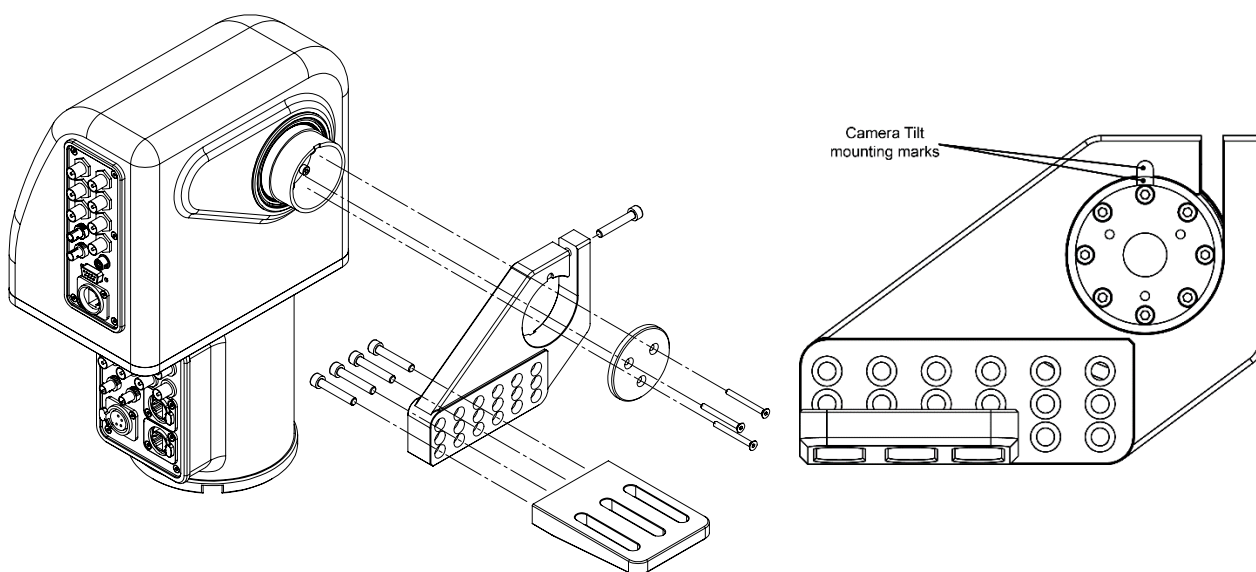
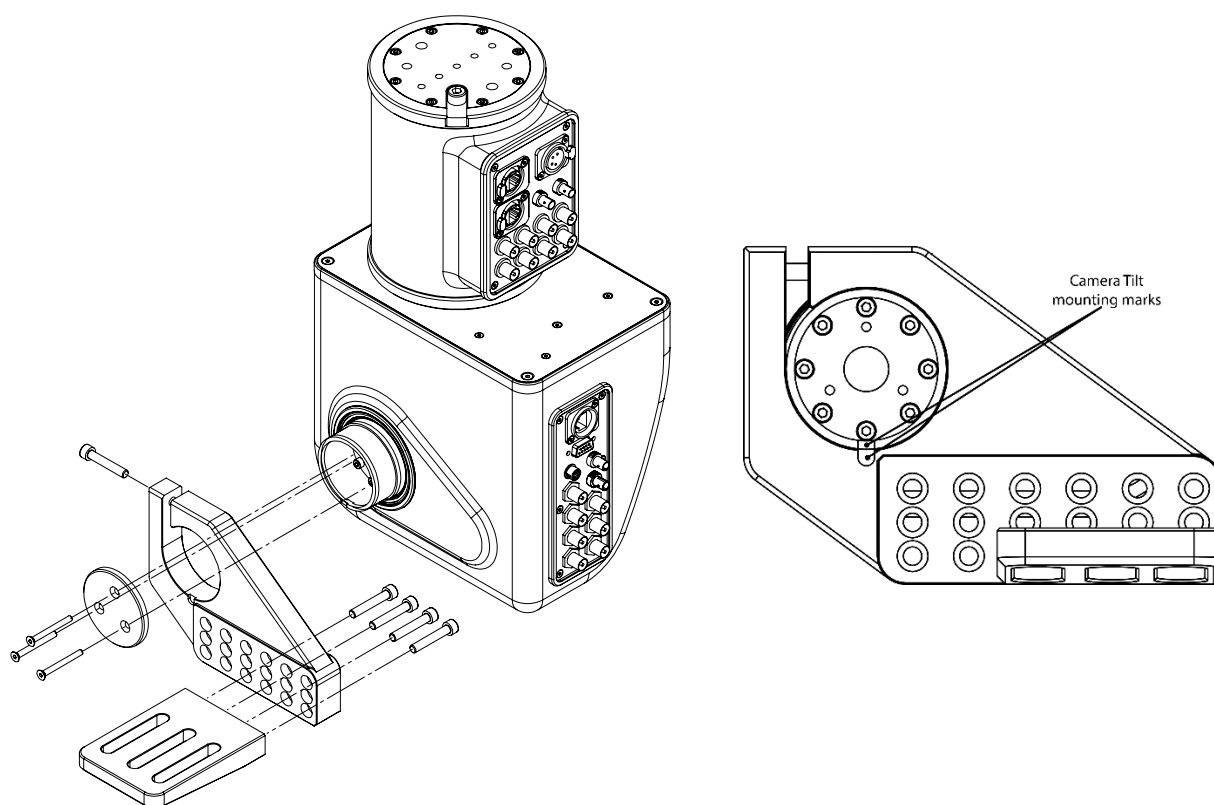

Рис. 15. «Стандартная» сборка крепления камеры
Рис. 17. «Обратная» сборка крепления для подвесного монтажа камер, не допускающих переворота изображения
2. Прикрепите полученную сборку к валу оси наклона поворотного-наклонного устройства. Убедитесь, что монтажные метки совпадают (см. Рис. 15 и Рис. 17). Затяните зажимной винт.
Используйте «стандартную» сборку крепления камеры (Рис. 15) в следующих случаях:
Для камер, не имеющих функции переворота изображения, используйте «обратную» сборку панели крепления камеры (Рис. 17).